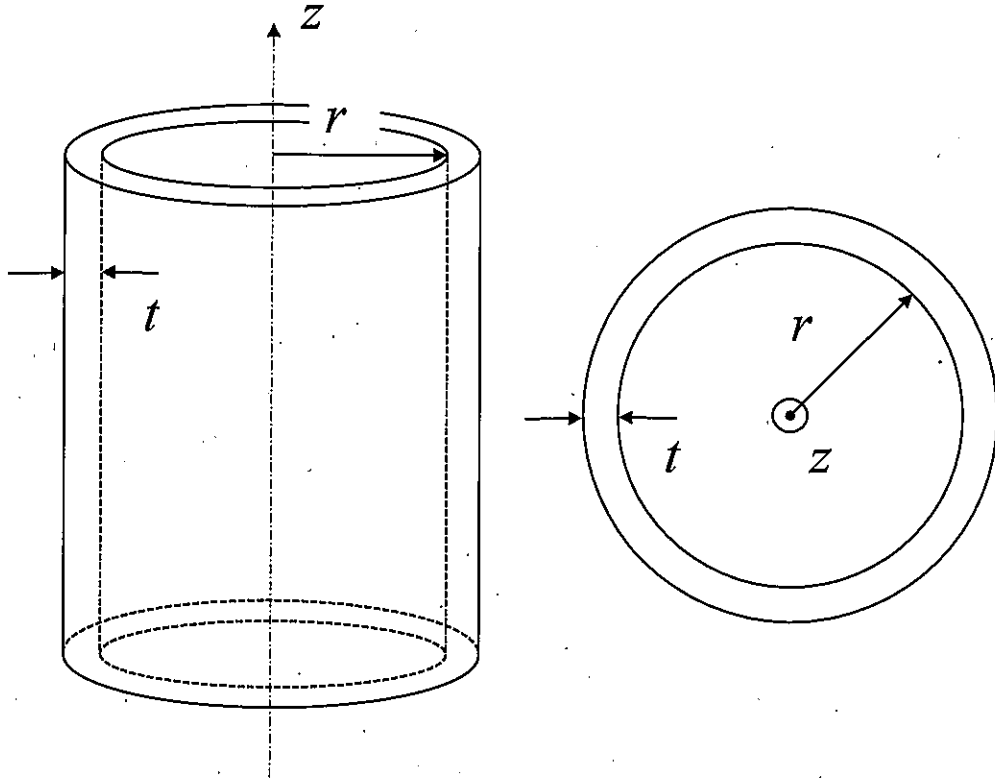
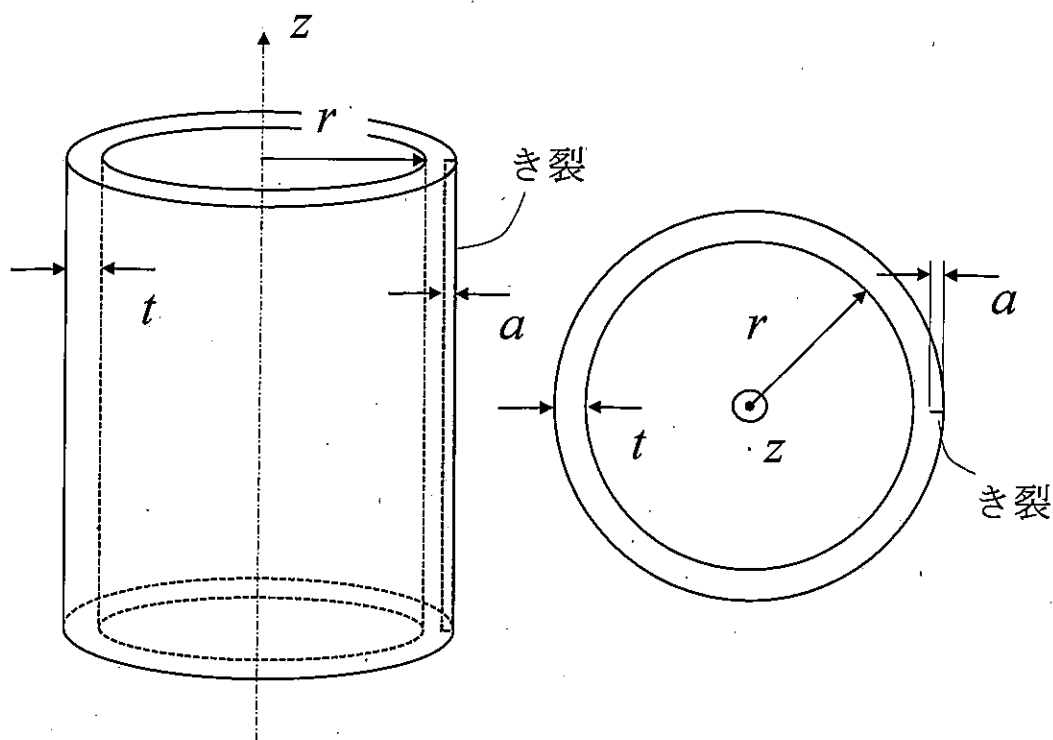

図 1-2
図 1-3
- II. 図 1-2 のような、内半径  $r$ 、肉厚  $t (\ll r)$  の両端が閉じた薄肉円筒容器を考える。内圧は  $P$  とする。材料は降伏応力  $\sigma_f$  の弾完全塑性体とみなせるものとする。
次に、図 1-2 の薄肉円筒容器の外表面に、図 1-3 のような深さ  $a(\ll t)$  の長い表面き裂がある場合を考える。ここで、このき裂の応力拡大係数  $K_I$  (モード I) は以下の式で表される。  $C$  は定数である。材料の臨界応力拡大係数 (破壊靱性) を  $K_{Ic}$  とする。